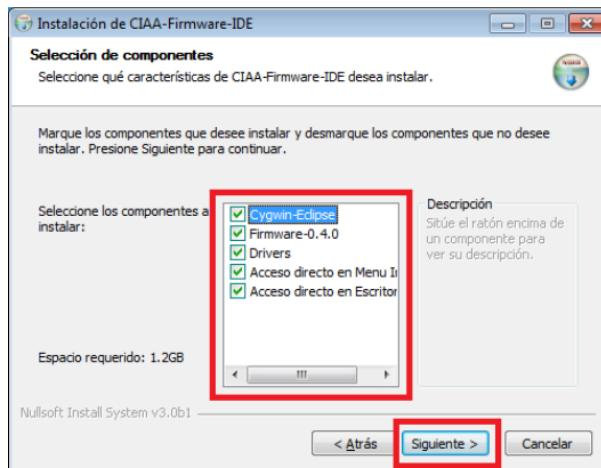

Figura 8: Selección de componentes del instalador
- Sobre la Figura 8, se deben seleccionar los componentes a instalar.